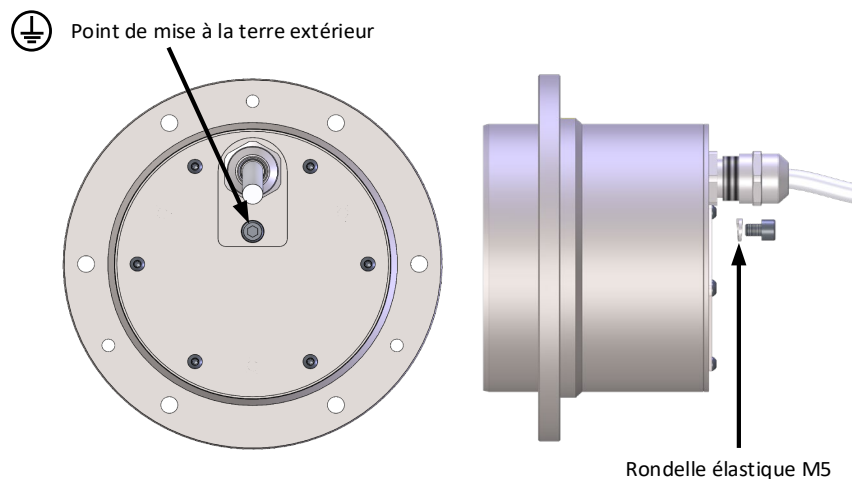

Figure4 : Point de mise à la terre extérieur
- Veillez à ce que la sonde, les composants de fixation et le boîtier soient bien mis à la terre. La sonde doit être mise à la terre en utilisant un conducteur $\geq 4 \text{ mm}^2$ (11 AWG). La rondelle élastique M5 fournie doit être utilisée lors de la connexion du câble de mise à la terre (Figure4).